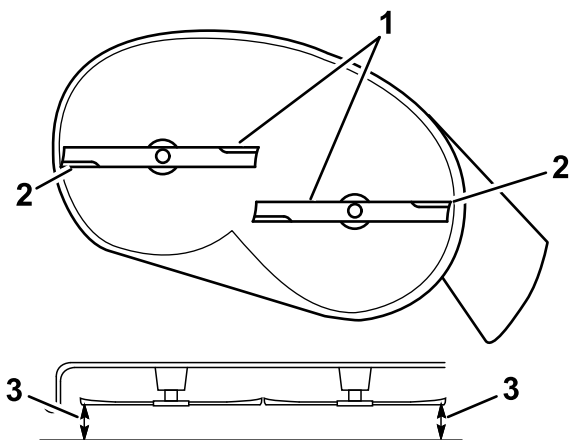
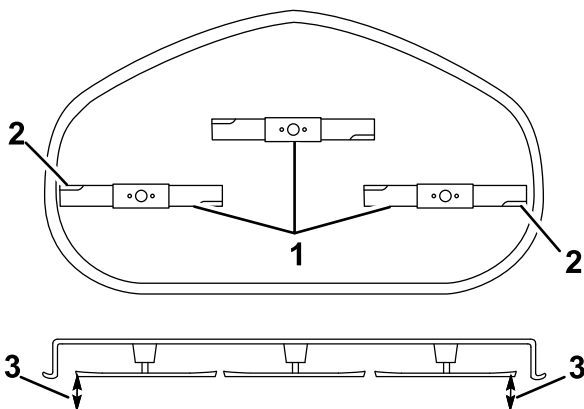

Figura 64
Figura 65
5. Măsurai între marginile de tăiere exterioare i suprafaa plană (Figura 64 i Figura 65).